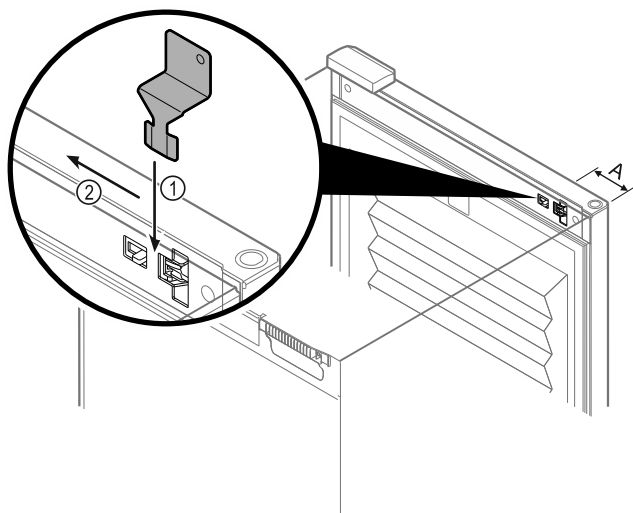

Fig. 218
- ▶ Placera nödupplåsnyckeln på det avsedda stället Fig. 218 (A) ≈ 100 mm.
- ▶ Stick in nödupplåsnyckeln ovanifrån mellan dörren och skåpet tills det tar stopp Fig. 218 (1).
- ▶ Dra nödupplåsnyckeln mot gångjärnssidan Fig. 218 (2).